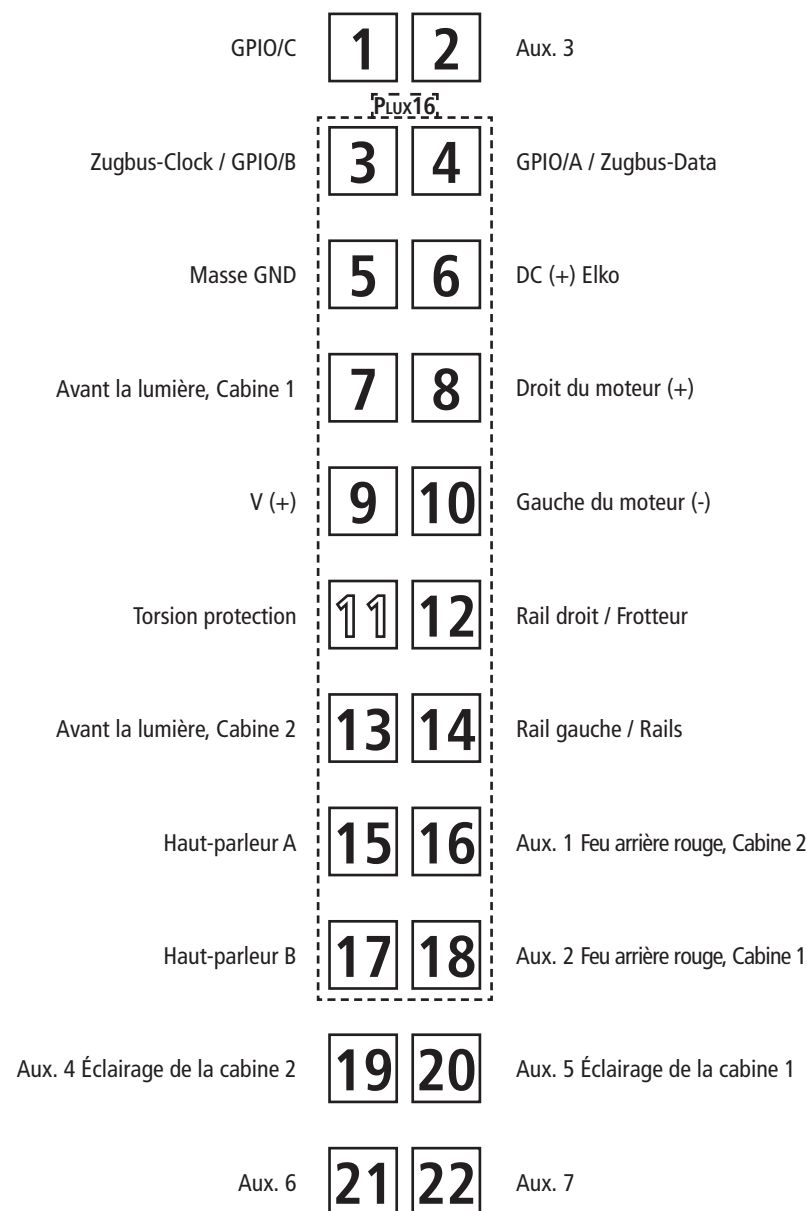

Fig. 5
2. Schmierung: Versehen Sie die im Schmierplan in Fig. 5 gekennzeichneten Stellen mit nur **kleinen Öltropfen**. Dazu zuerst das Lokgehäuse abnehmen (Fig. 3). Wir empfehlen den **ROCO Öler Art.-Nr. 10906**. Fürs Schmieren der Getriebeteile (Zahnräder, Schnecke) empfehlen wir das **ROCO-Spezialfett Art.-Nr. 10905**. Im Falle der Schmierung diese Teile **nicht ölen**.
2. Lubrication: Apply **tiny oil drops** to spots marked in fig. 5. Prior to lubrication dismantle locomotive (fig. 3). We recommend using item no. **10906, Roco oiler**. For lubrication the gearparts (e.g. cogwheels, worm) we would recommend our Roco **special grease** (item no. **10905**).
2. Graissage: N'appliquez **qu'une tout petite goutte** aux endroits indiqués par le plan de graissage (fig. 5) après avoir démonté la caisse de la locomotive (fig. 3). Nous vous recommandons le **graisseur à huile Roco réf. 10906**. Pour graisser les engrenages (roues dentées, vis sans fin) nous vous conseillons la **graisse spéciale Roco réf. 10905** pour engrenages en matières synthétiques. Lorsque vous utilisez cette graisse il faut éviter d'huiler ces composants.